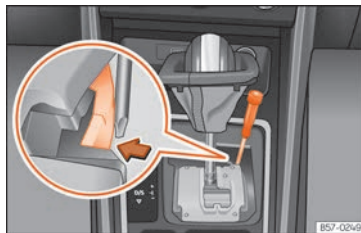

Fig. 218 Palanca selectora: desbloqueo de emergencia en la posición de aparcamiento.
- Con ayuda de la parte plana de un destornillador, presione lateralmente la pestaña amarilla y manténgala presionada » **fig. 218**.